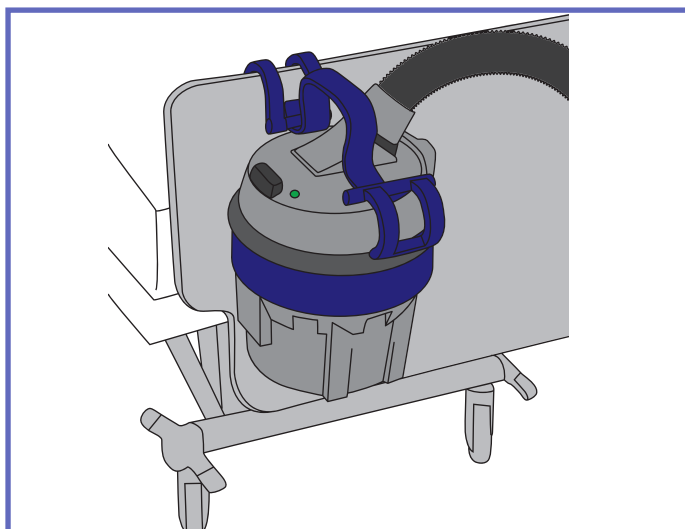

Fig. 8
- Använd krokarna för att hänga upp luftförsörjningsenheten på den plats dit patienten ska förflyttas. Se till att luftförsörjningsenheten sitter fast ordentligt och inte kan falla ned, se "Fig. 8".